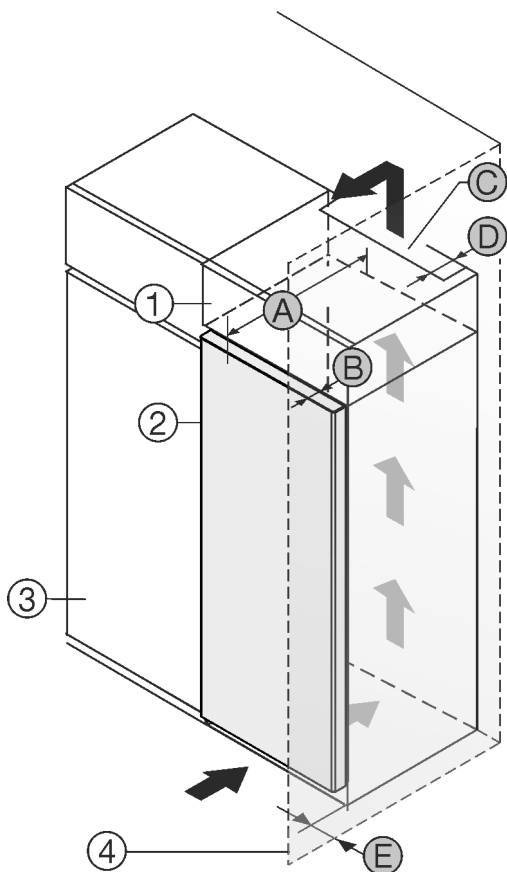

Fig. 1
- (1) Дополнительный шкафчик *
- (2) Устройство *
- (3) Кухонный шкаф *
- (4) Стена *
- (A) Глубина устройства *
- (B) Глубина двери *
- (C) Вентиляционное сечение *
- (D) Расстояние до обратной стороны устройства *
- (E) Расстояние до стороны устройства *
Вы можете установить устройство непосредственно рядом с кухонным шкафом Fig. 1 (3)*.
На задней стенке дополнительного шкафчика должен быть вентиляционный канал с глубиной Fig. 1 (D) по всей ширине этого шкафа.*
Нужно соблюдать вентиляционное отверстие Fig. 1 (C) под нижней панелью.*
Если устройство устанавливается на шарнирах у стены Fig. 1 (4), то расстояние между устройством и стеной должно быть не менее 13 мм.*
Если устройство устанавливается на шарнирах у стены Fig. 1 (4), то расстояние между устройством и стеной должно быть не менее 20 мм.*
Чтобы можно было полностью открыть дверь, устройство должно выступать на глубину двери Fig. 1 (B) относительно передней стенки кухонного шкафа. В зависимости от глубины кухонных шкафов Fig. 1 (3) и использования пристенных распорок устройство может выступать и больше.*